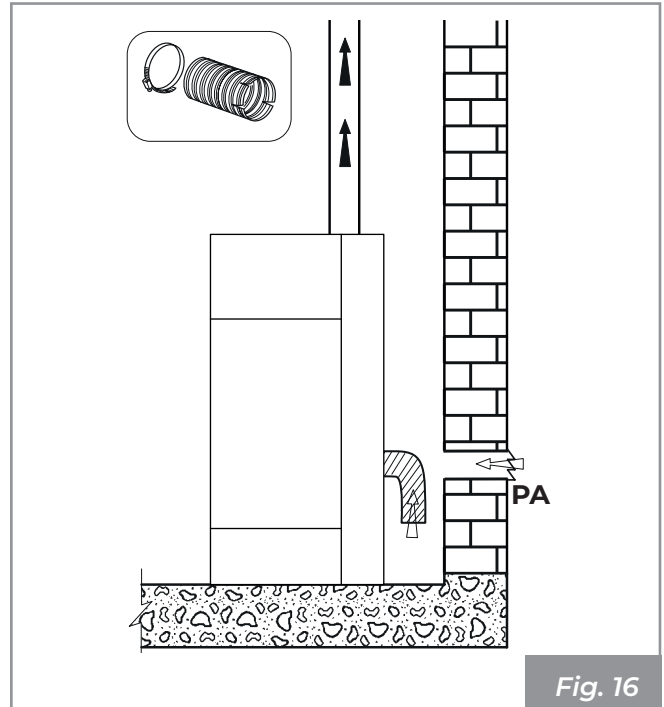

Fig. 16
- desde el ambiente de instalación o de los locales contiguos apropiados (**Fig. 16**)
Realizar la toma de aire en la pared (**Fig. 16 - PA = Toma de Aire**), y dejar que el aparato esté libre de extraer aire en el ambiente teniendo cuidado de conectar en el tubo de entrada del aire el tramo de tubo corrugado, en caso de que sea suministrado, fijándolo con la abrazadera y plegándolo ligeramente hacia abajo con el fin de prevenir posibles efectos de resonancia.